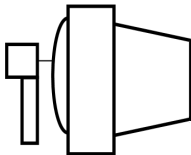

Рис. 2.
7.2. Для измерения освещённости достаточно расположить фотометрическую головку с зондом прибора в плоскости измеряемого объекта. Проследите за тем, чтобы на окно фотоприемника не падала тень от оператора производящего измерения, а также тень от временно находящихся посторонних предметов. При измерении яркости экранов мониторов ПК расположите фотометрическую головку с зондом прибора параллельно плоскости экрана на расстоянии 1-4 мм. Входные окна фотоприёмников должны быть обращены по направлению к плоскости экрана, при этом диаметр измеряемой площадки не превышает 7-9 мм (Рис. 2).